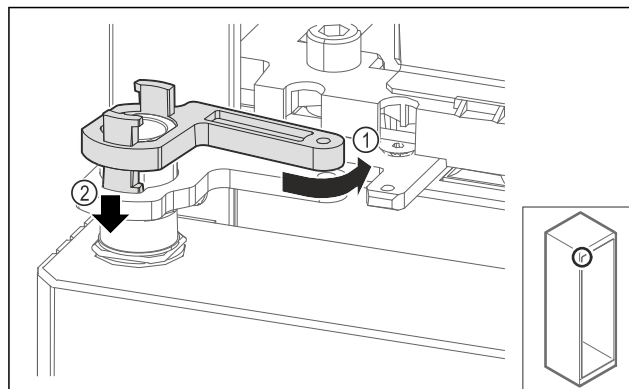

Fig. 59
- Girar ligeramente el bloqueo del soporte de cojinetes hacia atrás Fig. 59 (1), presionarlo hacia abajo Fig. 59 (2) y bloquearlo en el ángulo de bisagra.